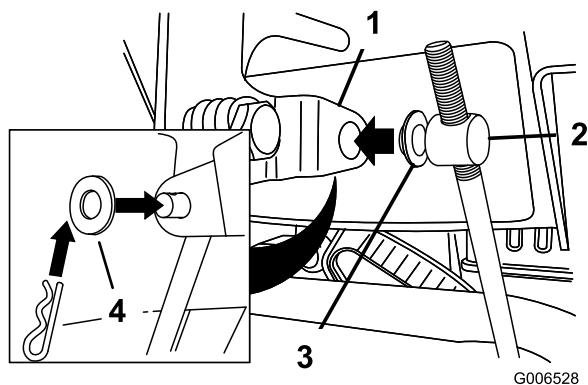

Figure 11
3. Retirez la goupille fendue et la rondelle extérieure du tourillon à l'extrémité supérieure de la tige de commande de vitesse (Figure 11).
Remarque: Pour faciliter l'installation, laissez la rondelle plate sur le tourillon (Figure 11).
6. Soulevez la tige de commande de vitesse et insérez le tourillon dans le trou du levier sélecteur de vitesses (Figure 11).
- B. Retirez le tourillon du sélecteur de vitesses (Figure 11).
- C. Tournez le tourillon vers le bas (sens horaire) sur la tige de commande de vitesse (Figure 11).
- D. Remettez le tourillon sur le sélecteur de vitesses (Figure 11).